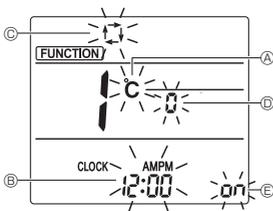

Fig. 3-2
- Appuyez sur la touche **WEEKLY** ④ pour changer le n° de fonction.
- Vérifiez que la fonction n° "1" est affichée puis appuyez sur la touche **SET** ⑤.
- L'écran de réglage de l'affichage s'affiche. (Fig. 3-2)
#### 2) Changement de l'unité de température A (Fig. 3-2)
#### 3) Changement de l'affichage de l'heure B (Fig. 3-2)
#### 4) Changement du mode AUTO C (Fig. 3-2)
#### 5) Changement du n° de paire D (Fig. 3-2)
#### 6) Changement du réglage du rétro-éclairage E (Fig. 3-2)